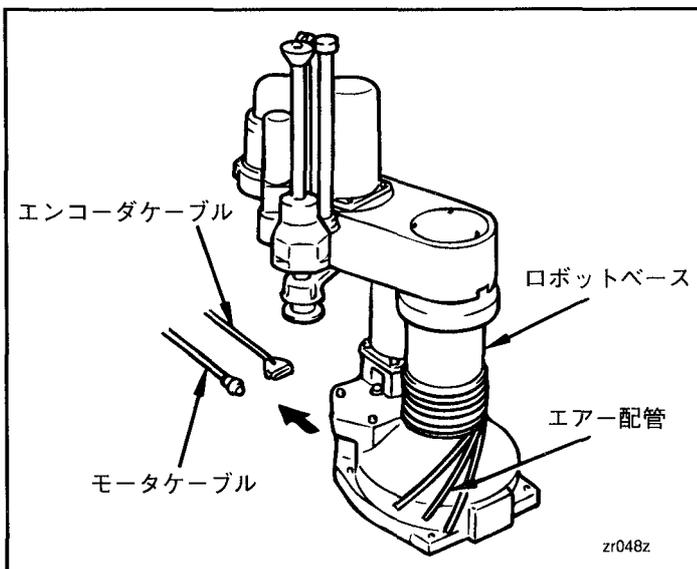

図5-54 エアー配管の処置
- ①モーターケーブルおよびエンコーダケーブルはロボット本体からはずしてください。
- ②エアー配管を図5-54のようにロボットベースに巻き付けてください。